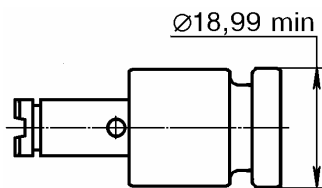

Рис. 16.
7.2.2 Поршень 2101-1602521 цилиндра привода сцепления, рис. 16.